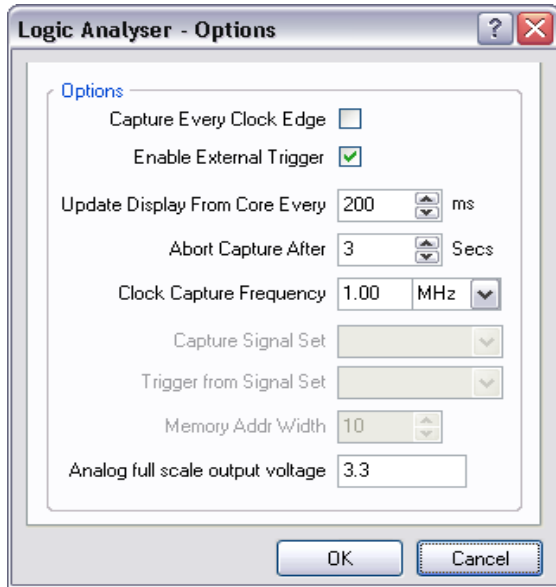

图 121. 逻辑分析仪选型设置.
12. 选中逻辑分析仪的 **Options** 按钮。设置捕捉时钟频率为 1MHz，与频率发生器模块的频率一样。根据图 121 进行其他控制参数的设置。